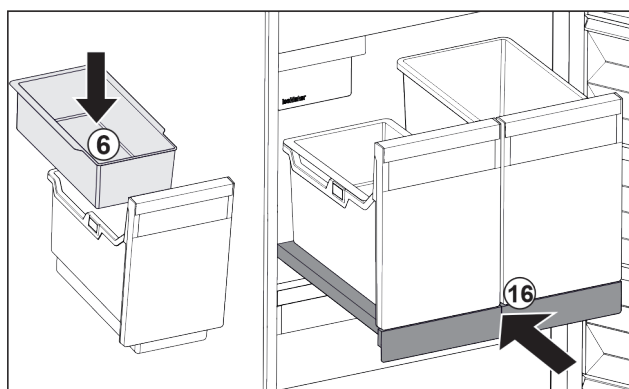

Fig. 96
- ▶ Vsadte závěsnou misku Fig. 96 (6) pro kostky ledu.
- ▶ Zasuňte vysouvací přihrádku s nádobou (IceTower). Fig. 96 (16)